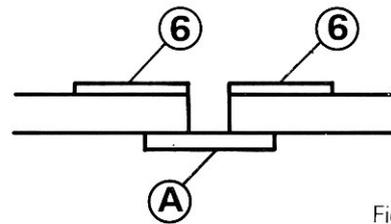

Fig. 1
4) Coller 3 ou 4 morceaux de 20 mm de bande adhésive cellulosique pour maintenir les 2 glaces **espacées de 4 à 5 mm**. (Fig. 1)